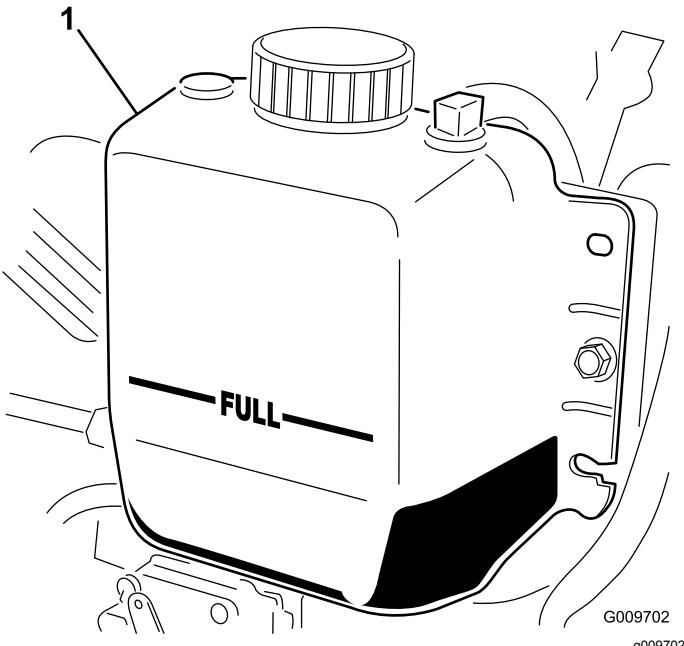

Bild 89
3. Prüfen Sie den Kühlmittelstand im Kühler. Der Kühler sollte bis zur Oberseite des Einfüllstutzens und das Ausdehnungsgefäß bis zur VOLL-Markierung gefüllt sein (Bild 89).